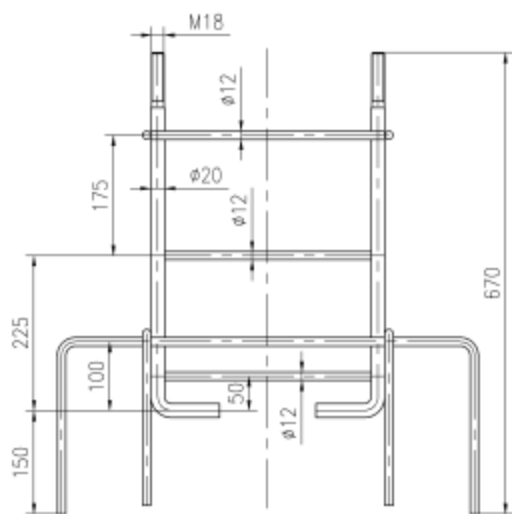

图1
- 1) JMA-14X健骑机的安装方式为预埋式，即采用预埋架（如图1）将器材固定；其对安装器材的土质要求如下：在距地表800mm深度以内其土质不低于强度中等的土质要求（注：GB/T 50145-2007《土的工程分类标准》 5.1.2干强度试验：将一小块土捏成土团，风干后用手指捏碎、掰断及捻碎，并应根据用力的大小进行区分：稍用力即可捏碎或掰断为干强度中等。）